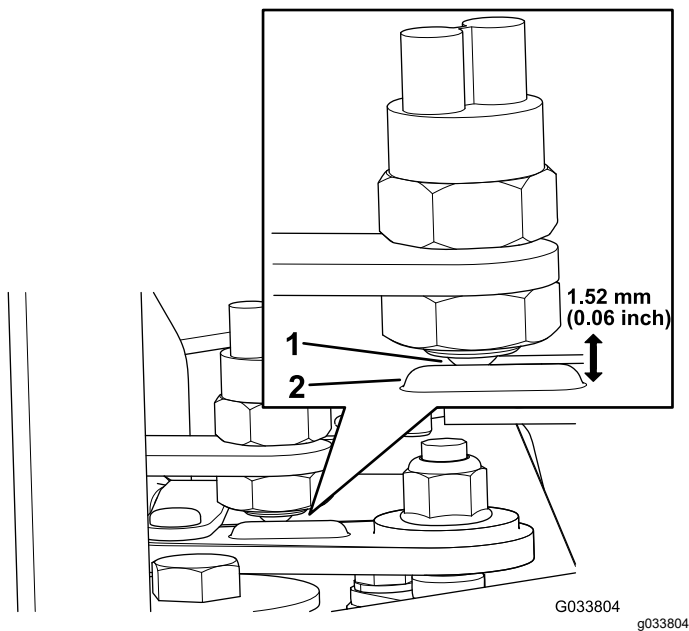

Figura 5
2. Asegúrese de que el interruptor de bola está frente al montículo de la palanca de cambios (Figura 5).
3. Ajuste la profundidad del interruptor de bola a una distancia de 1,52 mm entre el montículo de la palanca de cambios y la cara del interruptor de bola (Figura 5).